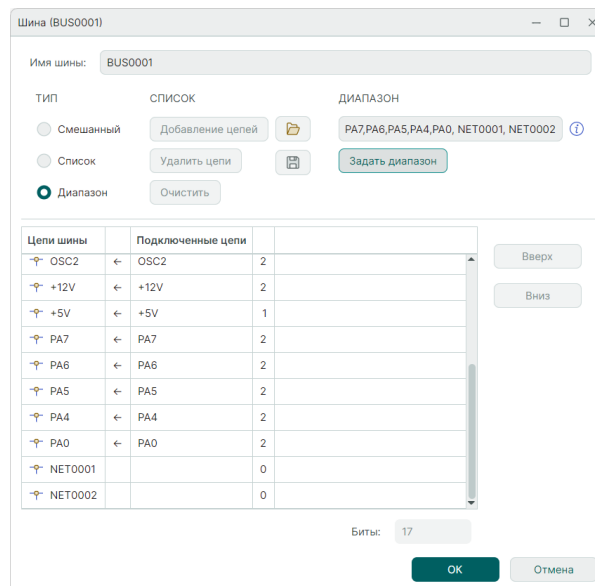

Рис. 174 Отображение списка созданных
- Зафиксируйте список цепей, нажав кнопку «ОК», см. Рис. 174.